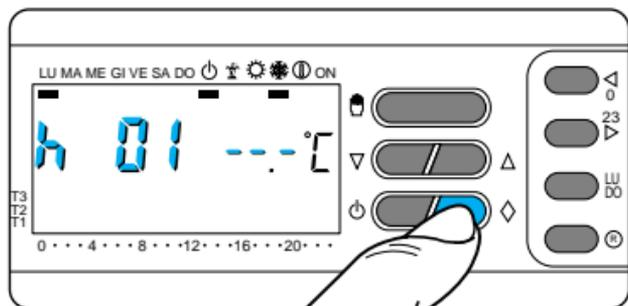

Fig. 70
**13.5** - Pulse una sola vez el botón ◊ (fig. 70).